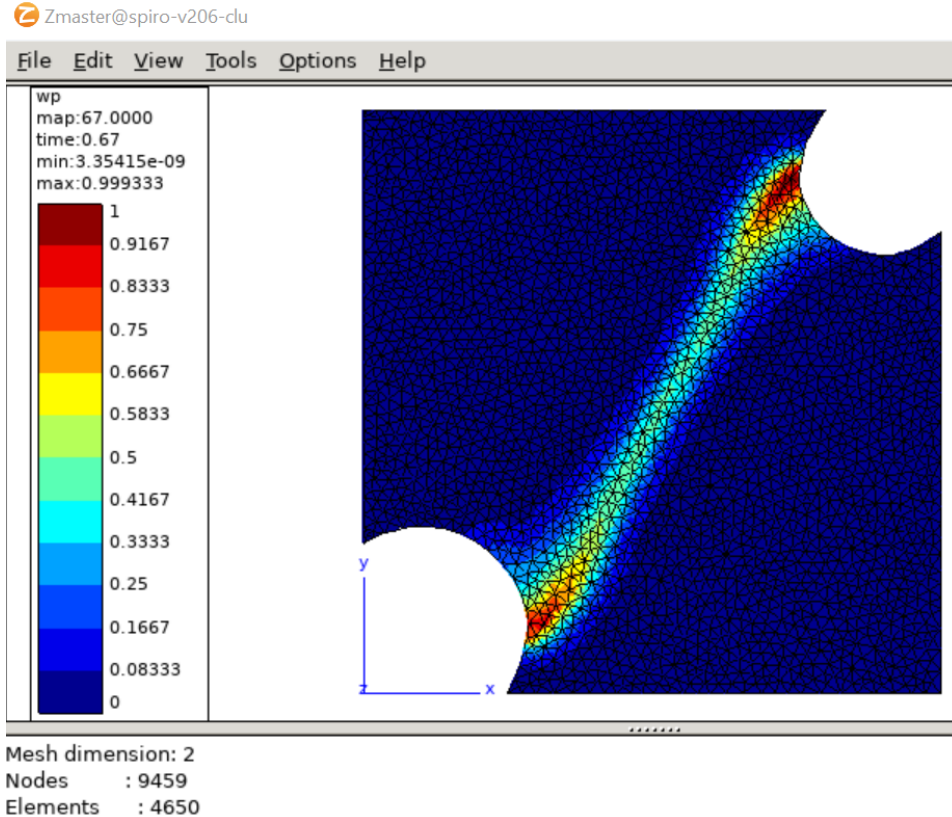

FIGURE 1 – Champ d’endommagement (dénnoté ω_p) obtenu avec Zset au temps 0.67s.
Le principal objectif de ce TP sur la détection et la représentation de fissures est de comprendre les grandes étapes de la détermination d'un chemin de fissure discret à partir d'un résultat de calcul pour un modèle à endommagement diffus. Pour cela, partons du calcul par éléments finis de l'éprouvette utilisée dans l'article de S. Feld-Payet, J. Besson and F. Feyel, *Finite element analysis of damage in ductile structures using a nonlocal model combined with a three-field formulation* (International Journal of Damage Mechanics, 2011), déjà abordé au TP8 et étudions le champ d'endommagement régularisé : voir figure 1.
- 2.1. A partir de l’exemple fourni pour le temps 0.50s, charger les données pour le temps 0.67s et vérifier à l’aide du graphique que la carte obtenue correspond bien à ce qui est présenté en figure 1.